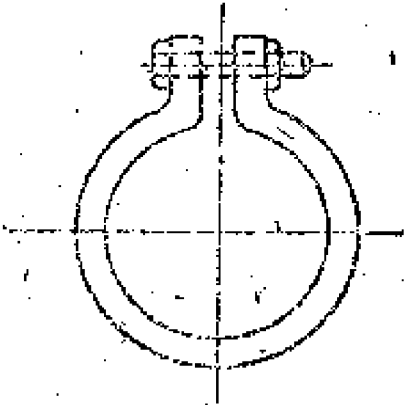

图 3-2
4. 組裝：將鋸开的等份銅环对在一起成原来形状的圓銅环。在块与块相对的地方，均用1毫米的云母互相絕緣起来(应注意云母应先加热，再融化，加热約100°C即可)，使块与块之間互不相通，再用卡圈如图3-2，把絕緣好的銅环卡紧，再按照滑环內圓的大小装入一个絕緣衬筒(最好使用电木、胶木，如沒有以上材料可根据当地情况使硬木料代用)，